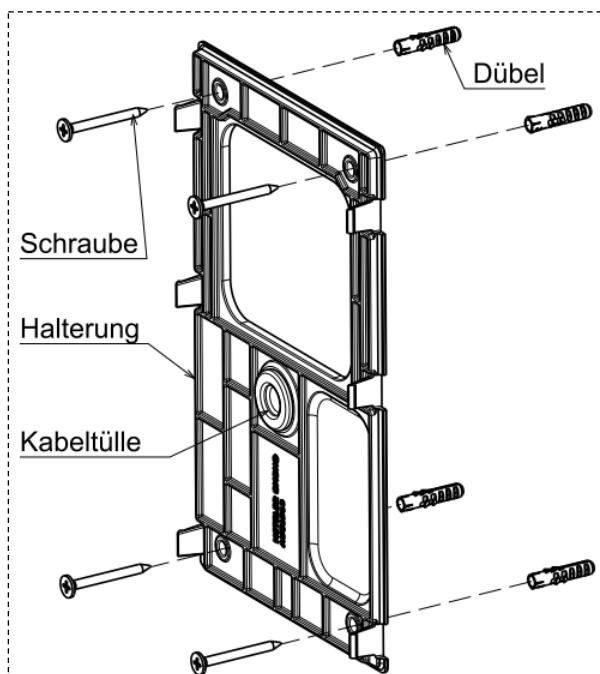

Abb.1
2. Befestigen Sie die Halterung mit den Schrauben an der Wand (Abb.1).